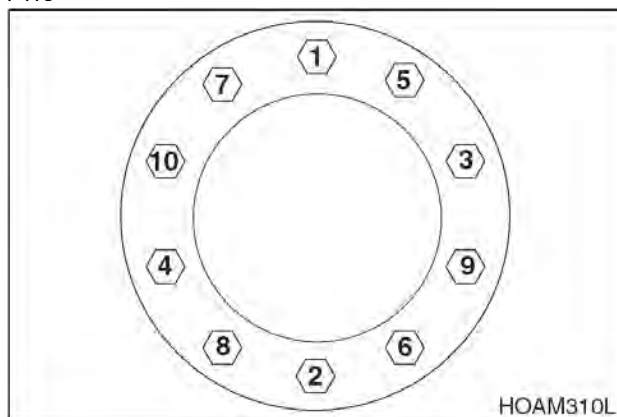

Рис. 113
9. Следовать схеме затягивания гаек колеса, представленной на рис. 113. Затягивать указанным моментом. Момент затяжки 55 - 60 кг•м.